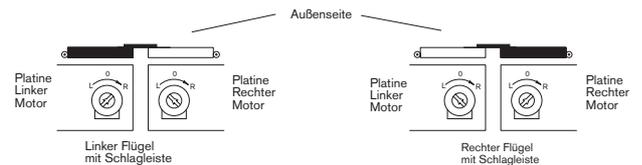

Bild 2
**Wichtig!** Es ist wichtig, dass beide Antriebe entsprechend Bild 2 eingestellt werden. Auch der Flügel ohne Schlagleiste benötigt eine Anlaufverzögerung.